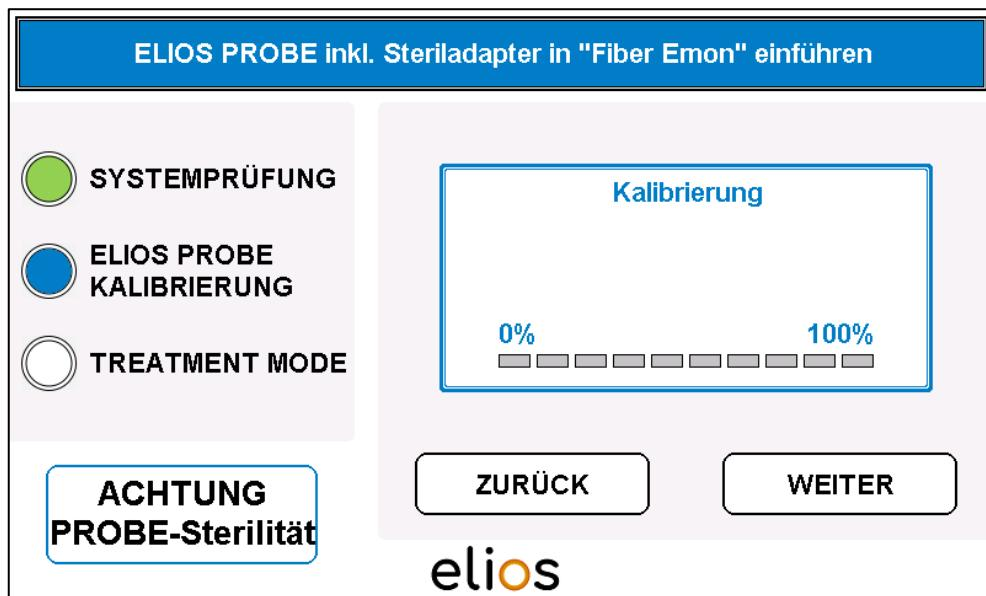

Abb. 4-10: Einsticken der Faser mit Steriladapter
- Den Vorgang mit Drücken der „WEITER“ Schaltfläche bestätigen (Abb. 4-10).